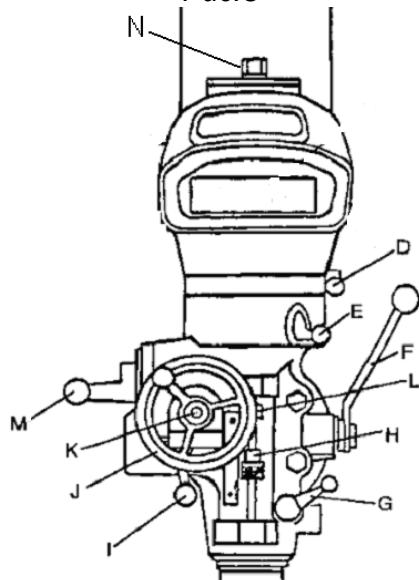

Рис.4
(Б) Ослабьте стопорные ручки кожуха ремня (А, Рис. 4) и откройте кожух.
Маховик точной регулировки пиноли (J, рис. 4) вы можете активизировать посредством рычага (I) Вкл/Выкл подачи при сверлении. Тяговая/нажимная кнопка подачи при сверлении (K) должна при этом находиться в нейтральном (среднем) положении.